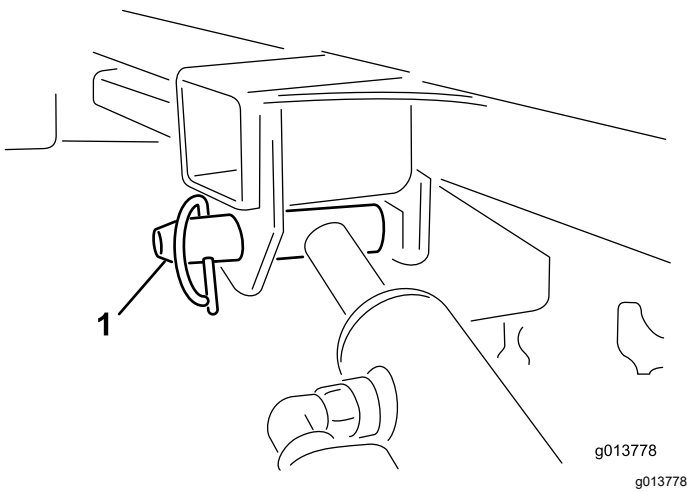

図 54
11. 片手で油圧昇降シリンダを持ち、もう片手で、シリンダの固定ピンをはずす 図 54。